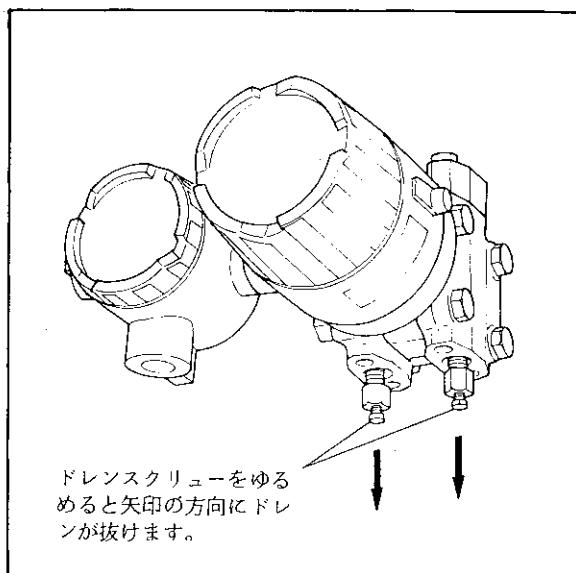

図5.3 ドレン抜きの方法
- ドレンスクリューをスパナでゆるめて、ドレンが完全に抜けるまで測定流体を抜いてください(図5.3参照)。ドレンはプラグの軸方向に排出されるので、人体に有害な物質を測定している場合は、ドレンが身体に飛散しないように注意してください。